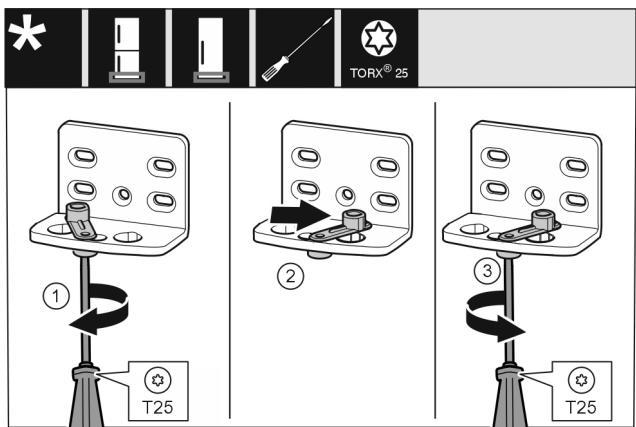

Fig. 14
- Открутите винт отверткой T25. Fig. 14 (1)
- Приподнимите фиксатор двери и поверните в отверстии на 90° направо. Fig. 14 (2)
- Затяните винт отверткой T25. Fig. 14 (3)